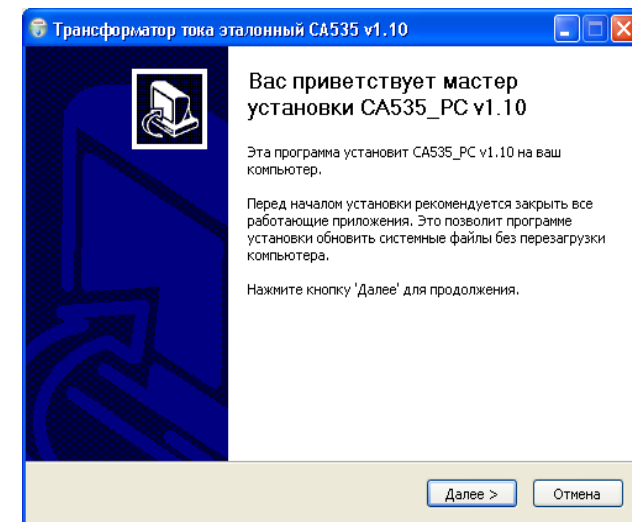

Рисунок 7.7
1) 3) директорії "CA535_PC", запустити виконуваний файл  setup_CA535_PC_xxx.exe (xxx – версія програми). На екрані з'явиться вікно майстра установки CA507_PC (рисунок 7.7). Закрити всі працюючі додатки і клацнути по кнопці **Далее**.